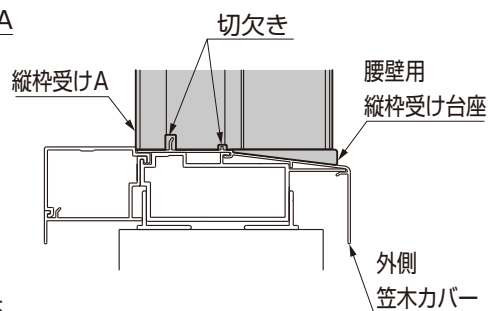
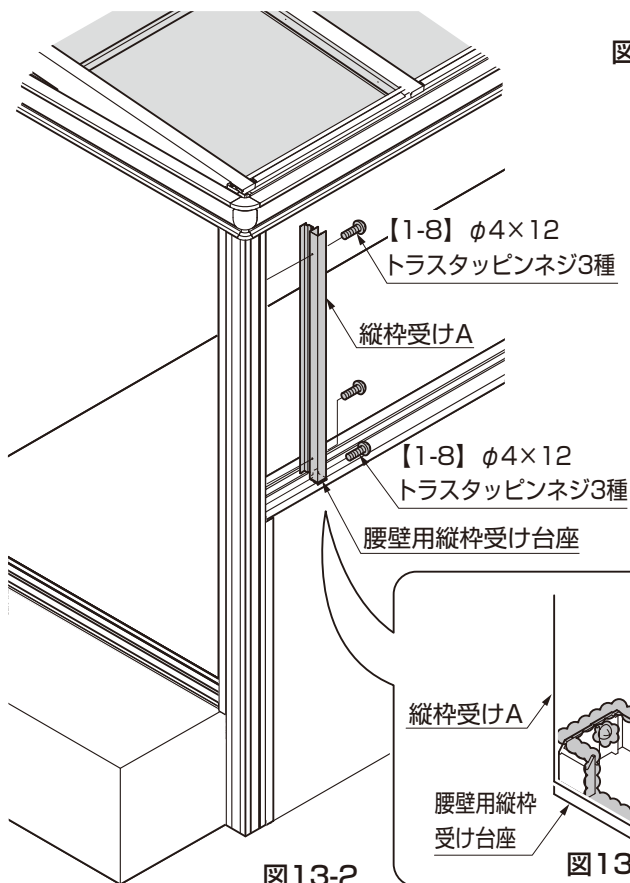
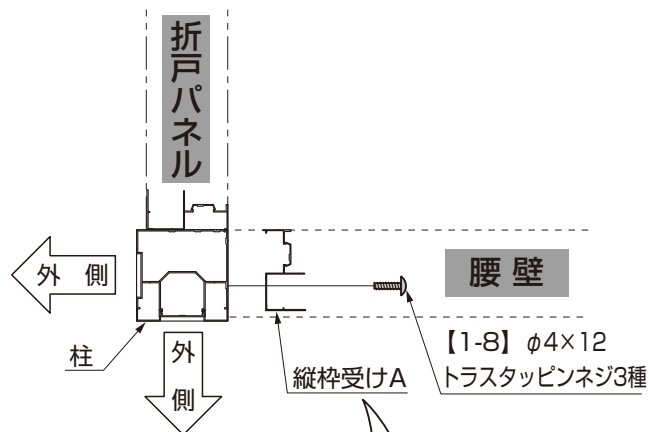

図13-3
図13-2
図13-4
- ②縦枠受けAを外側笠木にはめ込み、柱に【1-8】で取付けてください。(図13-2、図13-3、図13-4参照)
- ③腰壁用縦枠受け台座を縦枠受けAと柱に【1-8】で固定してください。(図13-2参照)